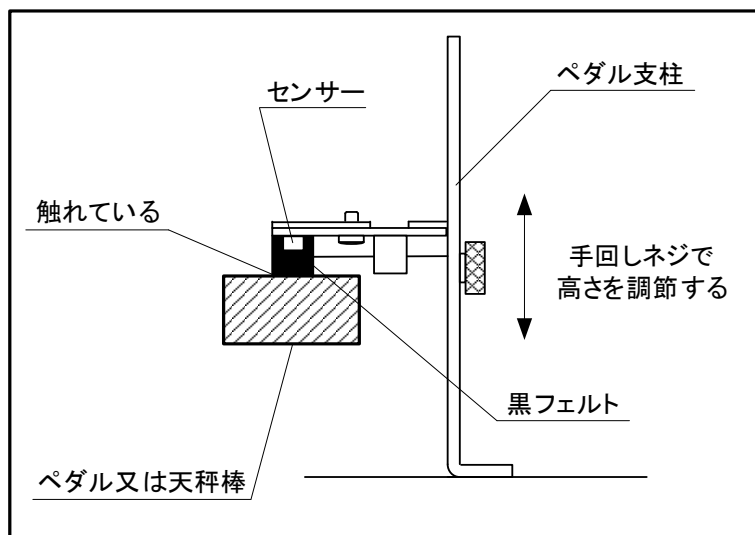

図3.4-2 センサー部の高さ調整
(2) ペダルを踏み込まない状態で、図3.4-2の様に手回しネジで高さを調節して、ペダルや天秤棒の上面にセンサーの黒フェルト部が触れていることを確認する。尚、1mmくらいは離れていても動作に支障はない。
(5) 黒フェルト部をペダルに当てる。この際、図3.4-4の様にセンサー部が水平になるよう調整する。また、ペダルを戻した時も図3.4-2のペダル支柱が傾かないようにする。